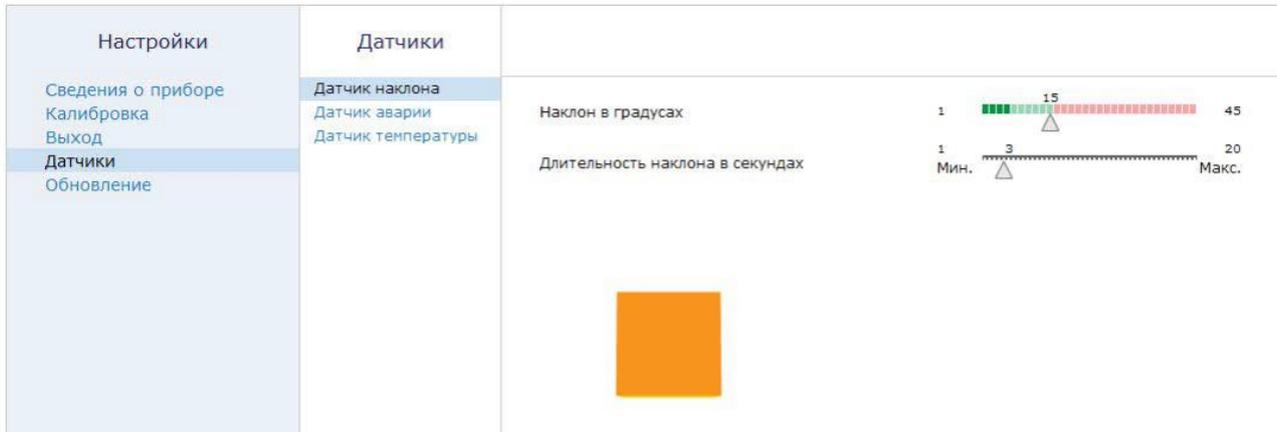

Рисунок 7 Датчики: датчик наклона
2. Выбрать подраздел «**Датчик наклона**» (см. Рисунок 7).